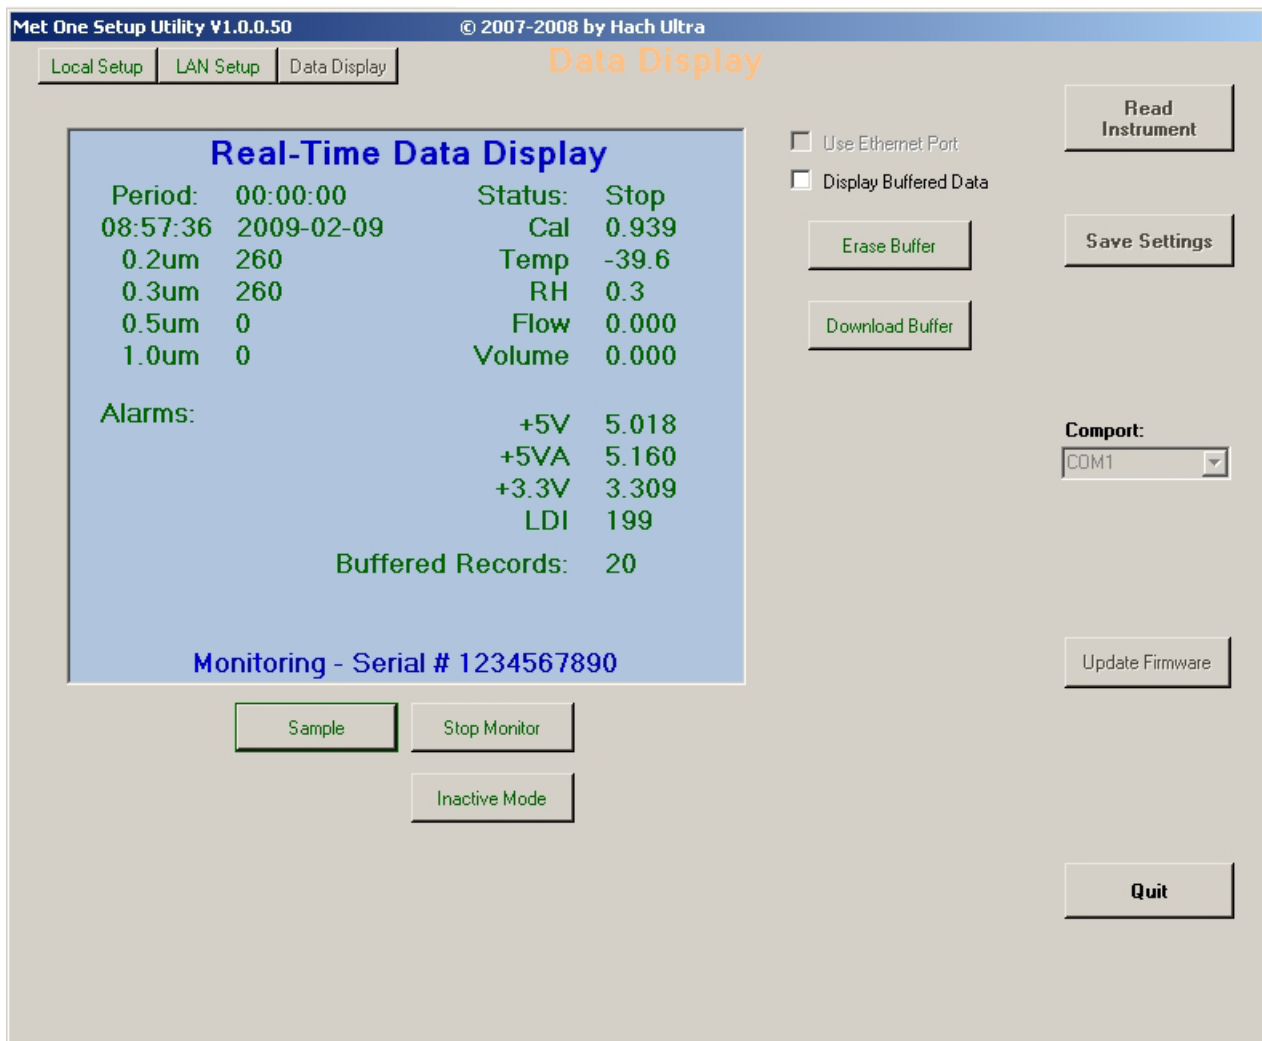

Abbildung 19 Setup-Utility-Programm , Registerkarte Data Display—Analoggerät
5. Wechseln Sie zur Registerkarte **Daten Display** des Setup-Utility-Programms (Abbildung 19). Klicken Sie auf die Schaltfläche **MONITOR** oder, wenn im Statusfeld der Echtzeitanzeige **Stop** angezeigt wird, auf **SAMPLE**.